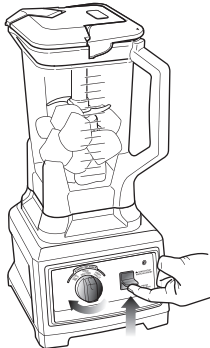

Fig. 6
- 8 Tournez le bouton de commande de vitesse à **BAS**. (Fig. 6)